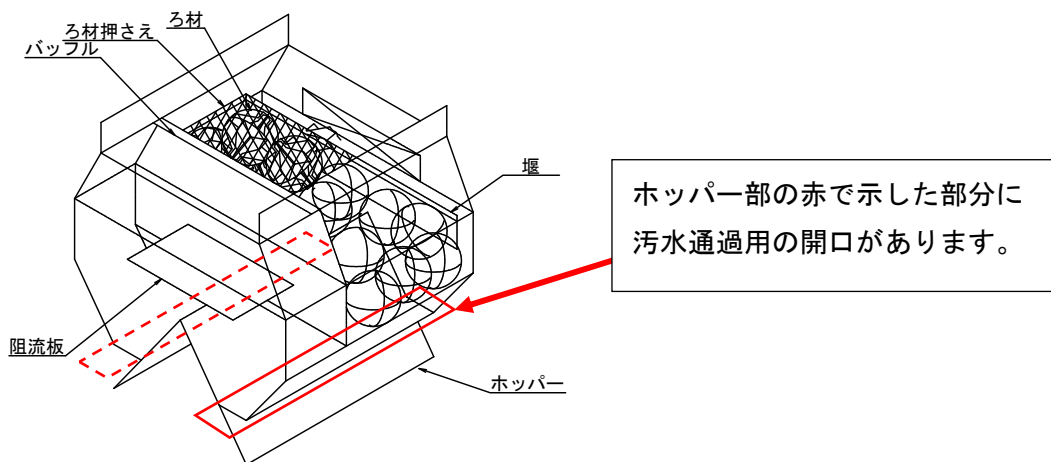
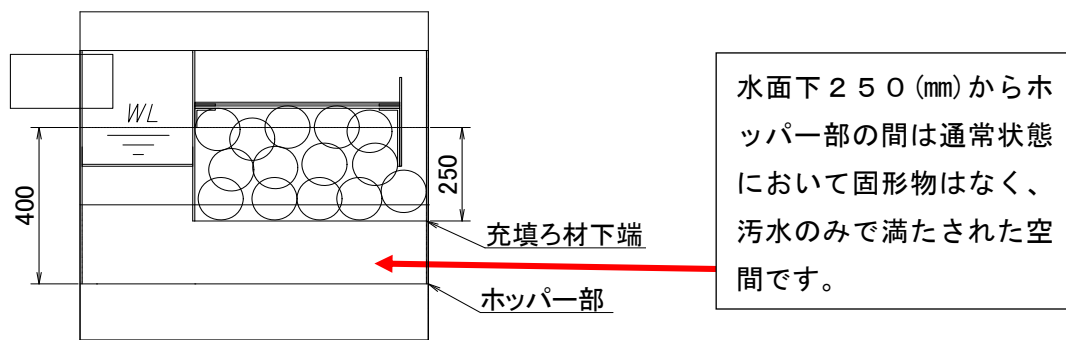

図 3-4 固液分離部概略図
図 3-6 固液分離部断面図
①棒状のもので水面下ろ材下ホッパー部（水面下400mm以下）をまんべんなく軽く突いて夾雑物の有無を確認してください。（図3-4～図3-6参照）